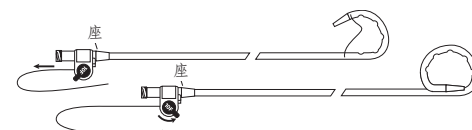

图3
7.闭合缝线锁定结构：拉动缝线，直到形成所需的猪尾。向远端旋转缝线锁定结构，直到缝线就位。详见图3。